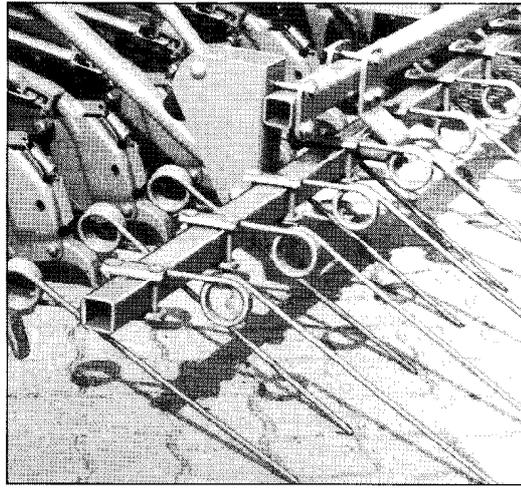

Fig. 29
b) mit nachlaufenden Zinken für mittlere/schwere Böden mit Pflanzenresten (Fig. 29).